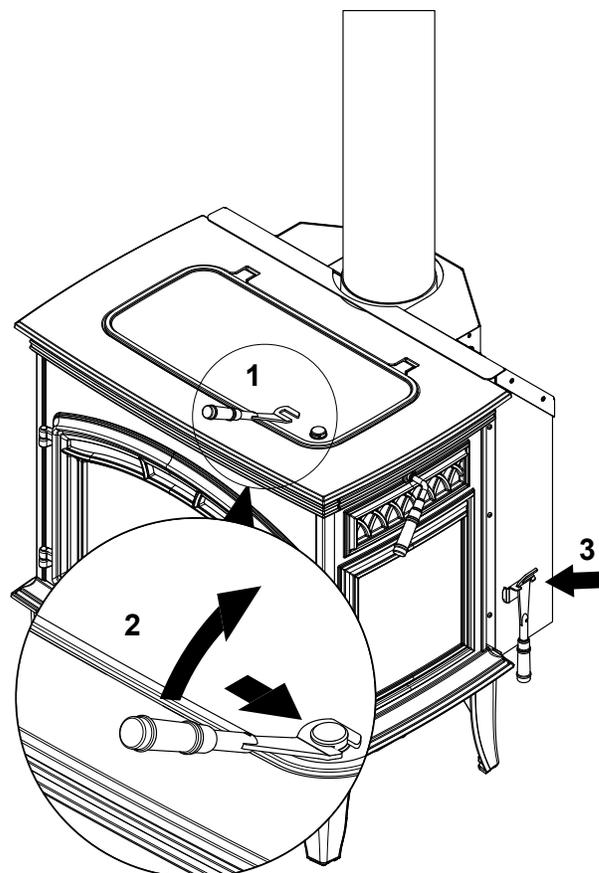

Figure 14.2
Fixer la poignée de la plaque chauffante touche au récepteur par poignée coulissante dans une gauche au mouvement droite veillant à ce que la poignée est bien engagée (**Figure 14.2**).
2. Poignée de levage plaque chauffante pour ouvrir le couvercle fonte de la plaque chauffante. Laissez poignée plaque chauffante en place lorsqu'il est en position ouverte (**Figure 14.2**).
Utiliser la poignée de la plaque chauffante à proximité soigneusement fonte du couvercle de la plaque chauffante, retirer la poignée de la plaque chauffante et stocker sur cintre poignée de stockage (**Figure 14.2**).